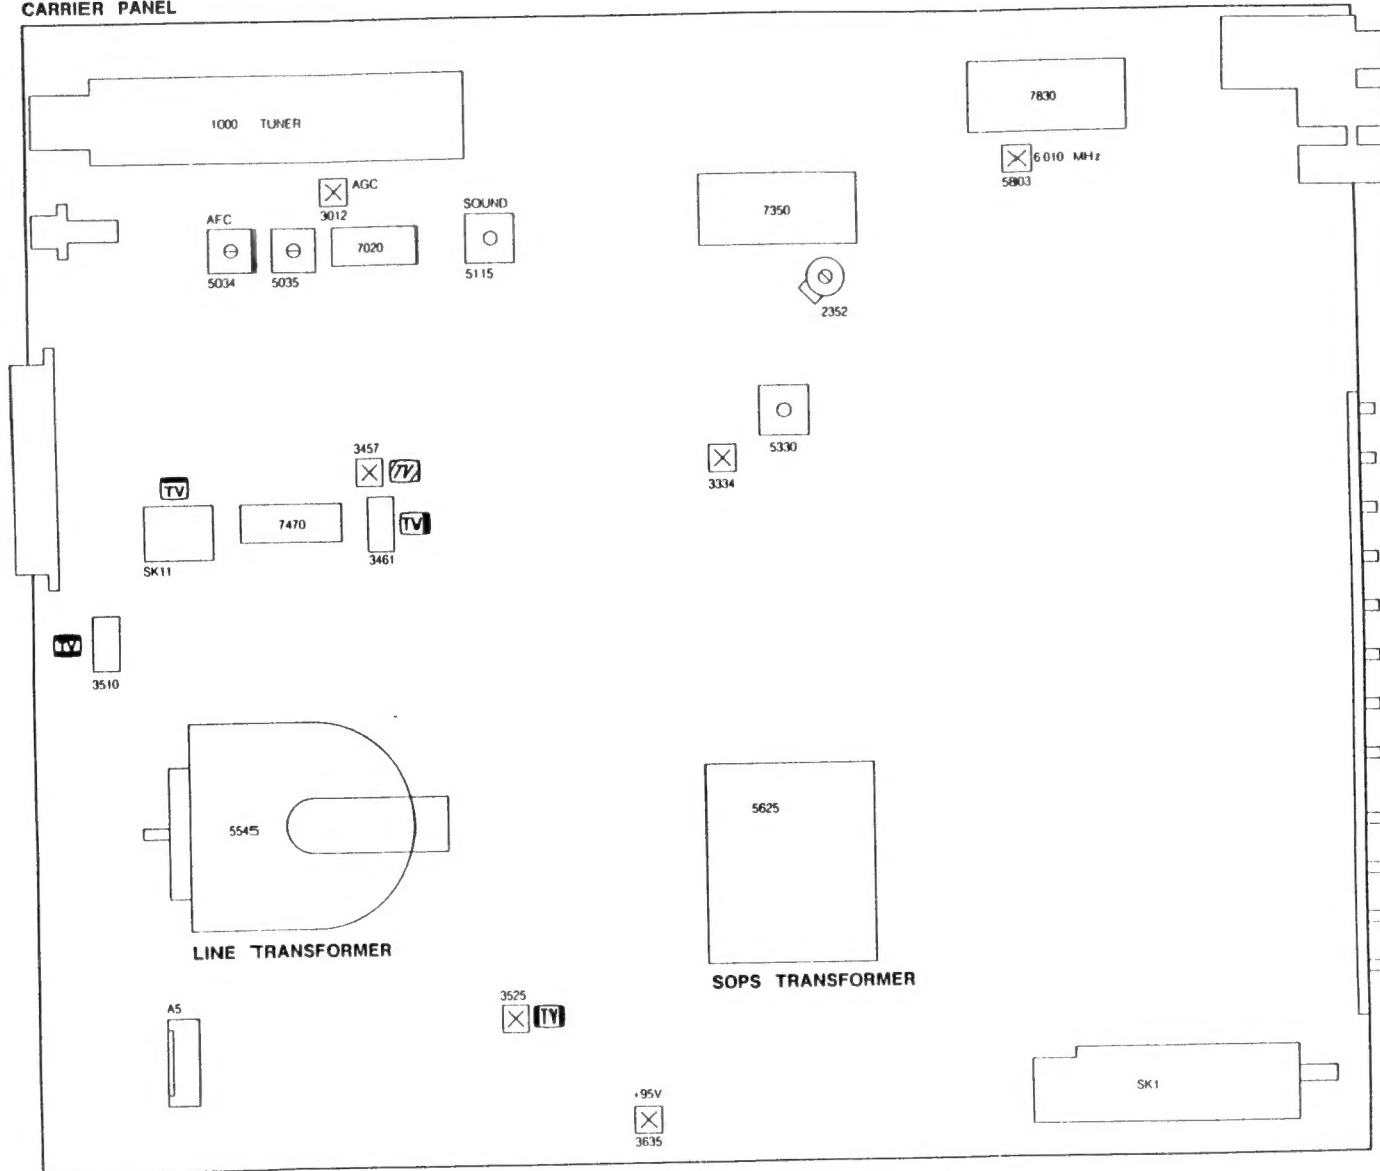

Fig. 11
A. Einstellungen an der Hauptplatine (siehe Bild 11)